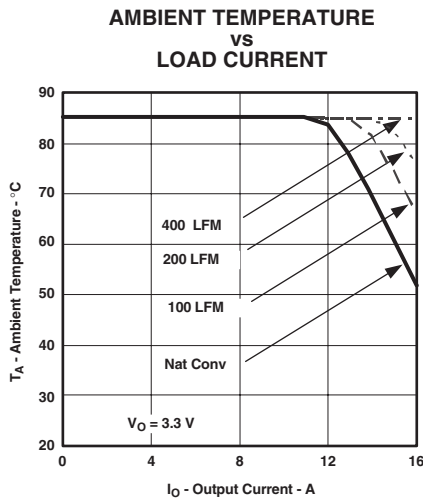
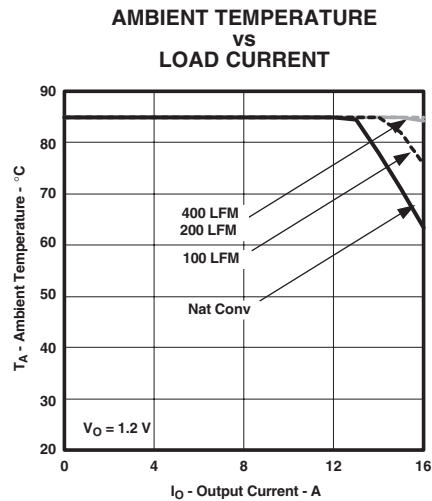

図 9
図 10
- (2) 温度ディレーティング曲線は、内部部品の動作温度が弊社指定の最高動作温度以下になる条件を示します。このディレーティング制限は、2オンスの銅を使用した、100mm×100mmの両面基板に直接半田付けされたモジュールに対して適用されています。表面実装パッケージ(ASおよびAZ)には、複数のビアを使用する必要があります。詳細は機構仕様を参照願います。以上は図9, 図10に適用されます。